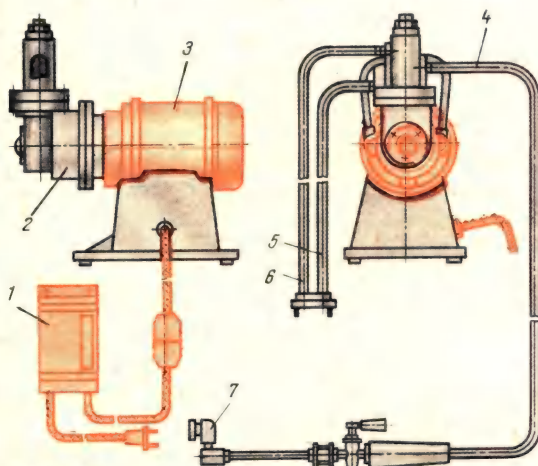

Рис. 20. Электрический опрыскиватель СОМ:
*Опрыскиватель СОМ* (рис. 20) включает в себя однофазный асинхронный электродвигатель типа АОЛБ, механизм привода, диафрагменный насос, распылитель. Опрыскиватель, кроме ранее перечисленных операций, можно также применять для дезинфекции, дезинсекции (уничтожения вредных насекомых), полива садово-огородных культур, мойки автомашин, выполнения окрасочных работ водно-известковыми и водно-меловыми растворами плотностью не более  $1300 \text{ кг/м}^3$  ( $1,3 \text{ г/см}^3$ ) и других бытовых целей.